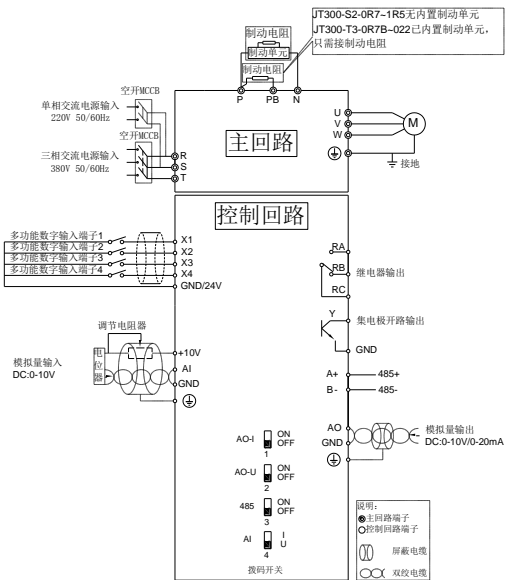

图 3-1 变频器 11kW 及以下功率接线示意图
1) JT300 系列变频器 11kW 及以下功率接线方式如图 3-1 所示：